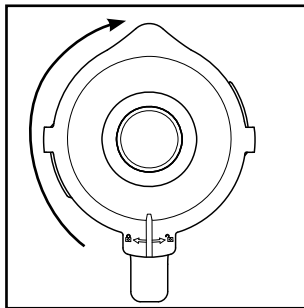

Fig. 2
- 4) Apăsați din nou capacul ❷ pe recipientul de amestecare ❸. Închideți capacul ❷ rotindu-l în sens orar, în poziția ❸, până când se blochează cu un sunet (a se vedea fig. 2). Aveți grijă ca gura de turnare de pe recipientul de amestecare ❸ să fie închisă. Motorul poate porni numai după ce capacul ❷ este așezat fix.